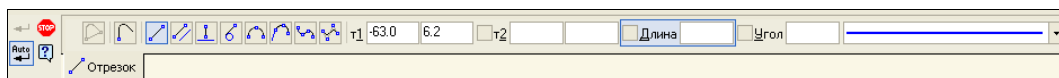

Рис. 5.32. Панель свойств в режиме **Непрерывный ввод объектов**
- ◆ щелкните ЛК мыши по кнопке **Непрерывный ввод объектов** на панели инструментов **Геометрия**. По умолчанию на Панели свойств (рис. 5.32) активна кнопка **Отрезок**;